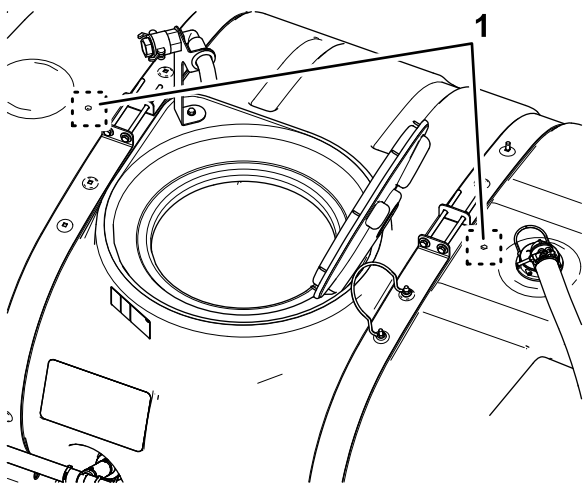

Рисунок 17
2. Найдите в основном баке две отметки для сверления (Рисунок 17).